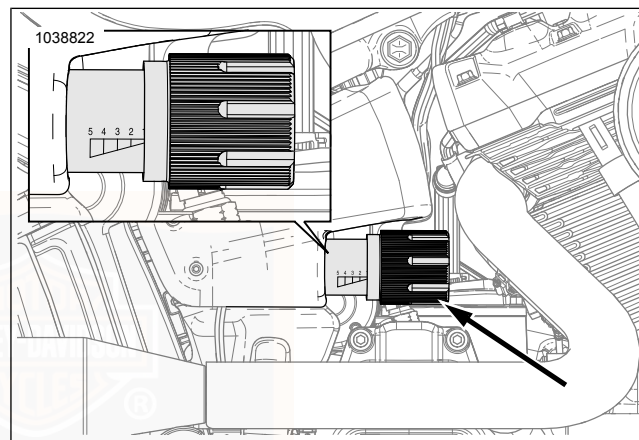

Abbildung 17. Vorspannungseinstellknopf
- b. Die Zunge des HAKENSCHLÜSSEL-SATZ (TEILE-NR.: 14900102) in die Schlitzte am hinteren Stoßdämpfer einführen, und die Nockenwelle drehen, bis die korrekte Vorspannung (2) angezeigt (1) wird.
2. **Außen liegende Hydraulik:** Siehe Abbildung 17.